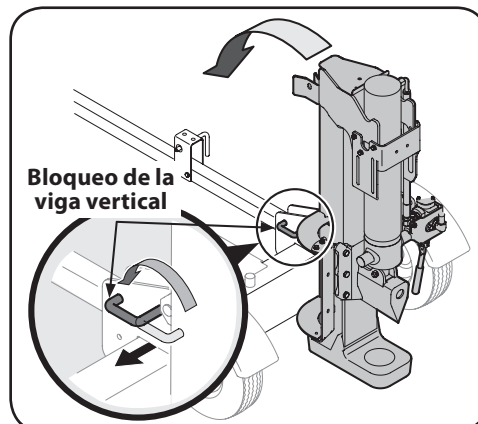

Figura 3-3
12. Tire hacia afuera del bloqueo de vigueta vertical, rótelo hacia atrás y gire la vigueta a la posición horizontal hasta que quede trabada, asegurándose de evitar los posibles puntos de apriete. Vea la Figura 3-3.